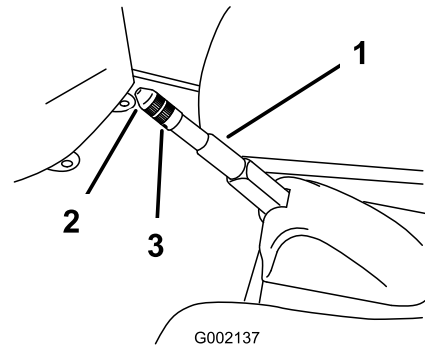

図 38
2. ブレーキレバーに調整ノブを固定している固定ネジをゆるめる(図 38)。